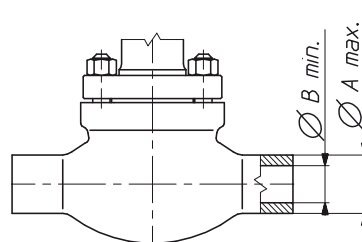
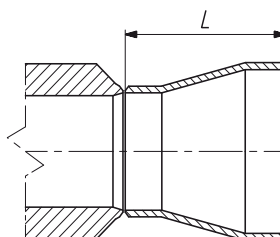

Abbildung 4
Abbildung 5
•) - Ausführung mit Reduzierhülse nach Abbildung 5
Eine Gussausführung mit anderen Anschlussmaßen ist möglich, sofern diese die Maße ØB min / ØA (Abb.4, Tabelle 12) nicht unter- bzw. überschreiten. Ansonsten wird eine Reduzierhülse ans Ende des Gehäuses angeschweißt, welche dieses um das Maß L oder 2xL (Abb. 5, Tabelle 12) verlängert. Andere Anschlussmaße sind nach Rücksprache mit dem Hersteller möglich